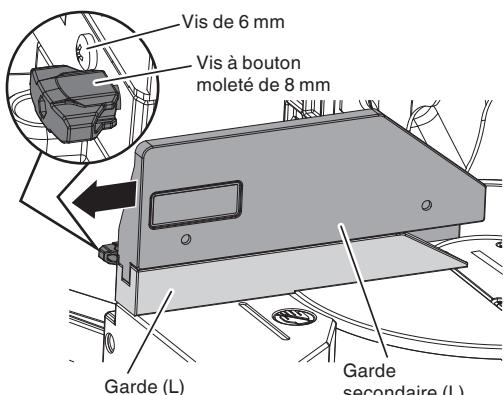

Fig. 12-b
En coupant à angle de biseau à gauche, desserrer la vis à bouton moleté de 8 mm, puis faire glisser la garde secondaire (L) vers l'extérieur, comme indiqué sur la Fig. 12-b.